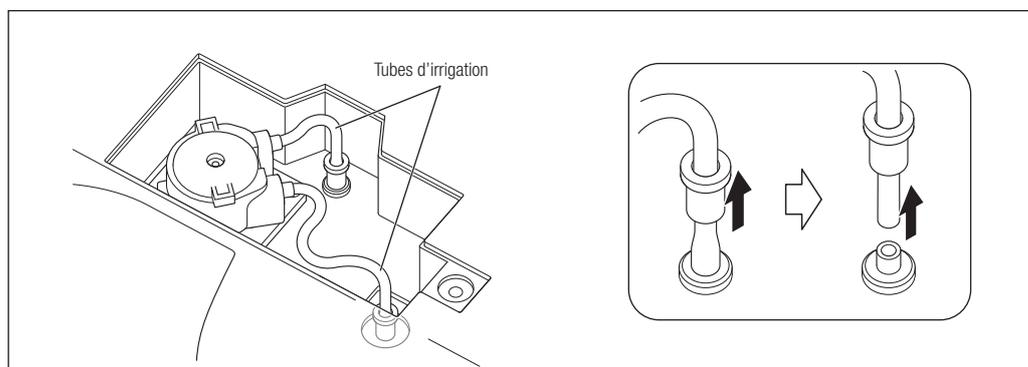

Fig. 51
- 3) Retirez les deux tubes d'irrigation du boîtier de contrôle (Fig. 51).
- 8) Installez le tube d'irrigation en suivant à rebours la procédure de retrait. Appuyez fermement sur le joint du connecteur dans le boîtier de contrôle jusqu'à ce qu'il soit totalement en place (Fig. 51).